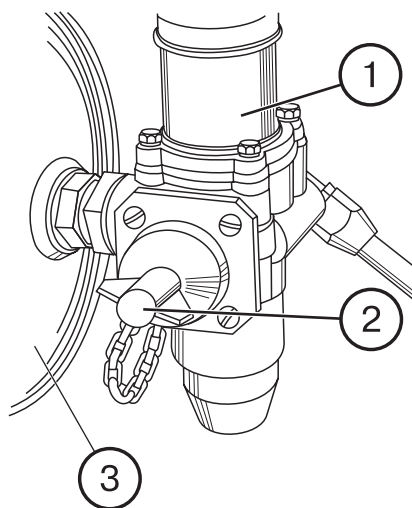

Рис. 20
- к) накачивание шин производите через клапан отбора воздуха регулятора давления (1) (рис. 20), выполнив следующие операции:
- выпустите воздух из баллона (3) через клапан удаления конденсата;
- отвинтите гайку-барашек (2) штуцера клапана отбора воздуха;